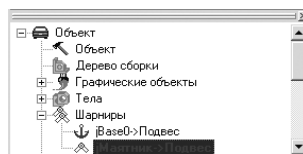

Рис. 1.18. Диалоговое окно **Confirm**
- нажмите клавишу **Del**. Появится диалоговое окно **Confirm**, изображенное на рис. 1.18;